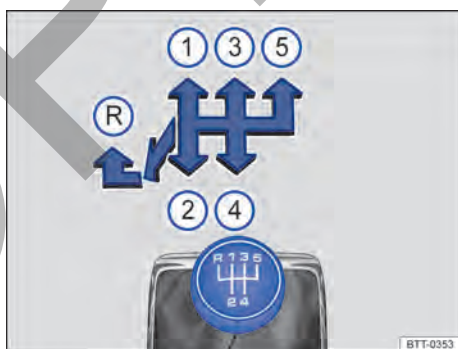

Fig. 81 Esquema de la transmisión manual de 5 marchas.
Las posiciones de cada marcha están representadas en la palanca de cambios → fig. 81.
- Empujar la palanca de cambios totalmente hacia la izquierda y después hacia adelante hasta la posición de la marcha atrás → fig. 81 (R).